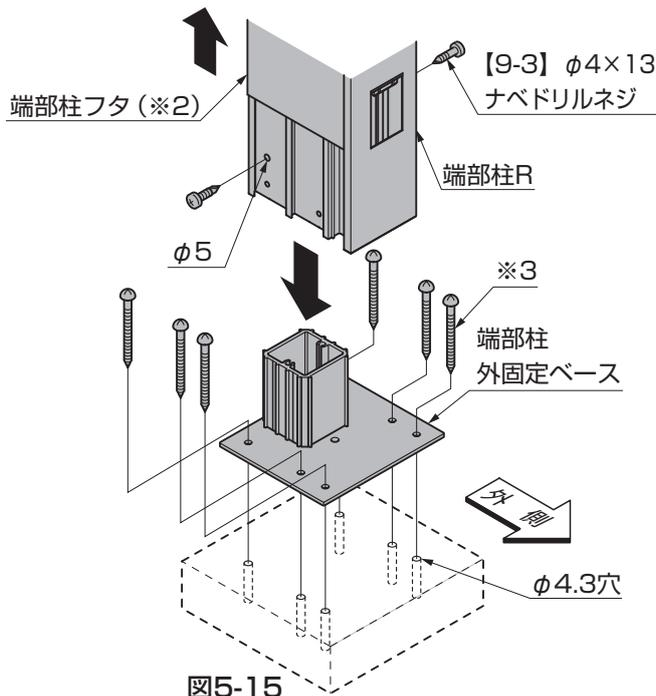

図5-15
- ① 端部柱を加工してください。
- ② 端部柱外固定ベースを取付ける箇所にφ4.3の穴をあけてください。
- ③ 端部柱を端部柱外固定ベースに、【9-3】で取付けてください。(図5-15 参照)
- ④ 端部柱外固定ベースを取付けてください。(図5-15参照)